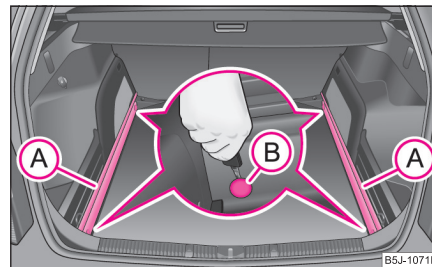

Fig. 70 Portbagajul: desprinderea punctelor de asigurare ►
- Slăbiți punctele de asigurare **(B)** ale șinelor, cu cheia, resp. cu o șurubelniță plată ⇒ pagina 67, fig. 70.